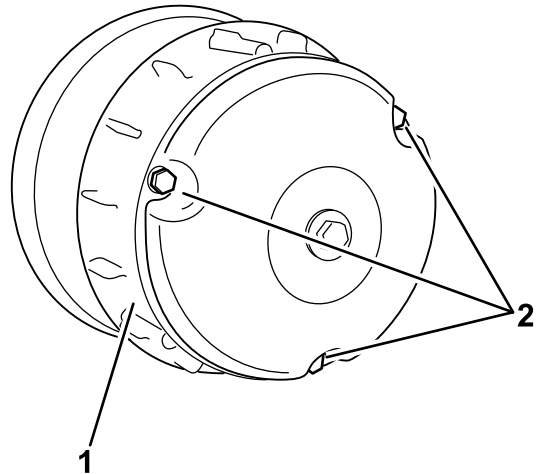

图 60
2. 拧掉将离合器盖固定到离合器的 3 个螺栓，取下盖子（图 60）。
4. 安装离合器盖，使用在 2 中卸下的 3 个螺栓（图 60）固定。